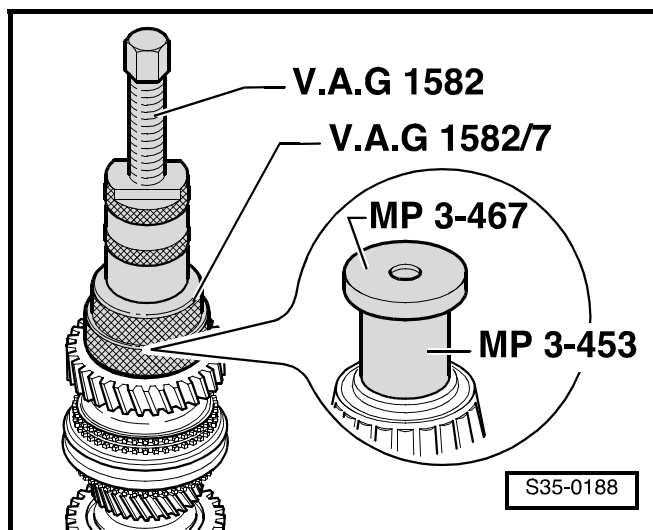

Рис. 4: Выпрессовывание скользящей муфты и каретки синхронизатора для 5-ой и 6-ой передач с шестерней 6-ой передачи
- при извлечении стопорного кольца ⇒ поз. 17 выпрессовать вместе с шестерней для 6-ой передачи ⇒ Рис. 4 в **35-3** страница 4